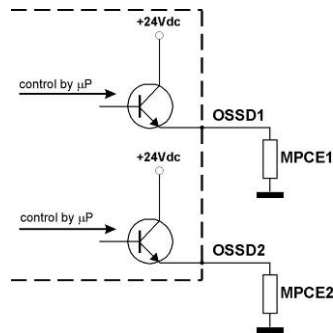

Fig. 14
- Les contacts de sécurité OSSD1 et OSSD2 doivent être connectés comme le montre la figure 14, ils ne peuvent pas être branchés en série ou en parallèle.